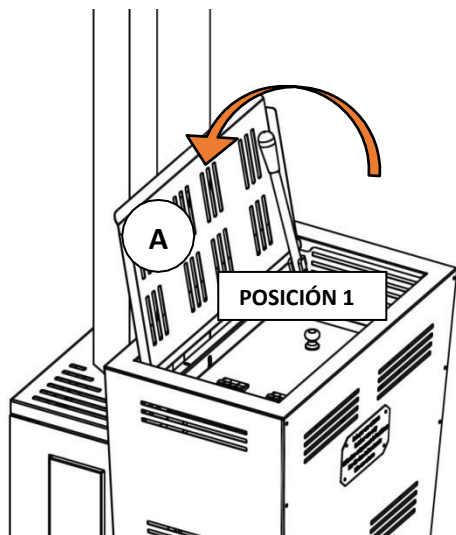

Fig. 9
- Levante la tapa **A** y desplace la palanca de carga del pellet hasta la posición 1 (fig. 9)